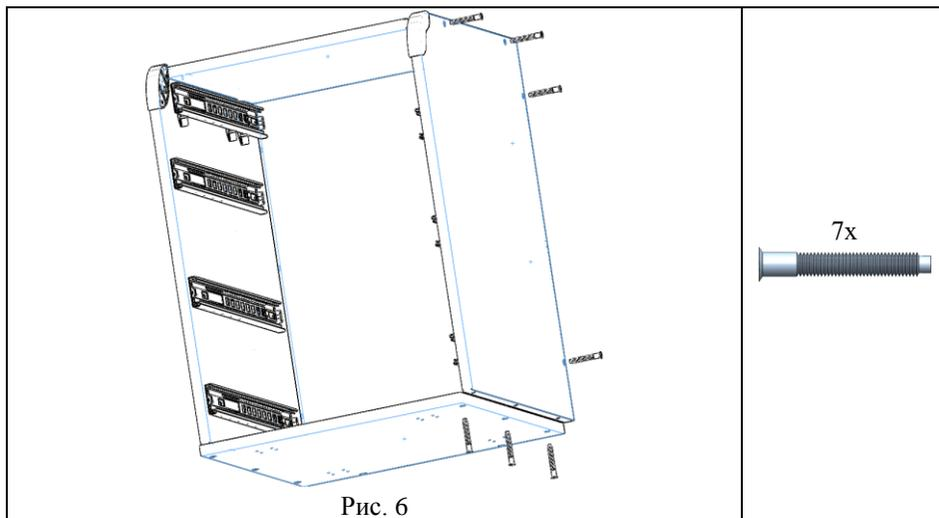

Рис. 6
5.1.7 На сборку по п.5.1.6. установить и закрепить сборку боковины правой по п. 5.1.3. при помощи винтов конфирмат (поз.1, пакет №171), см.рис.6